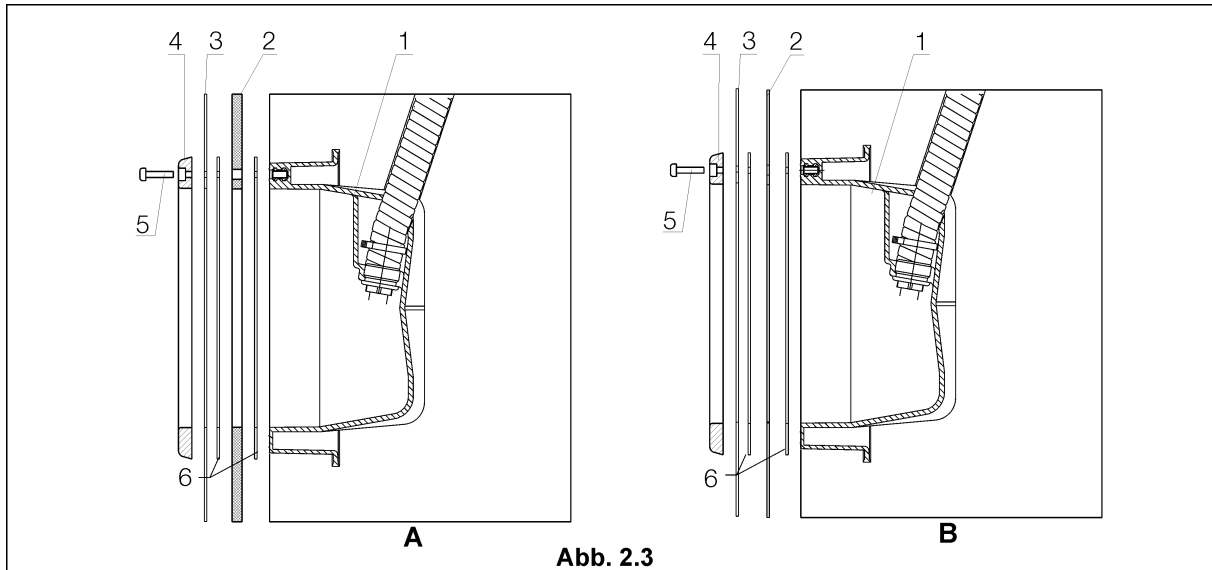
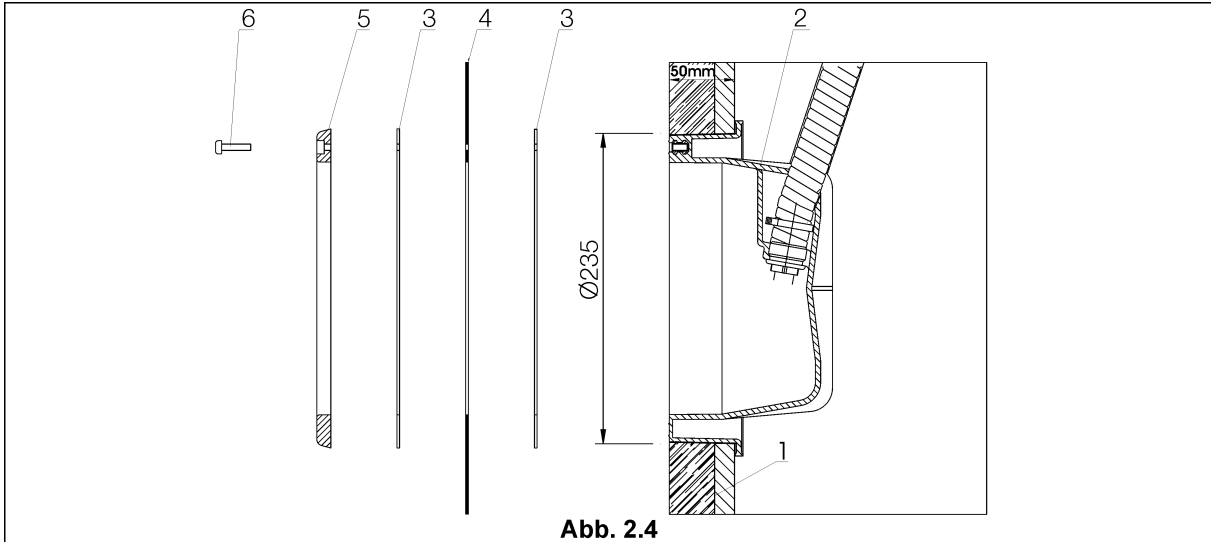
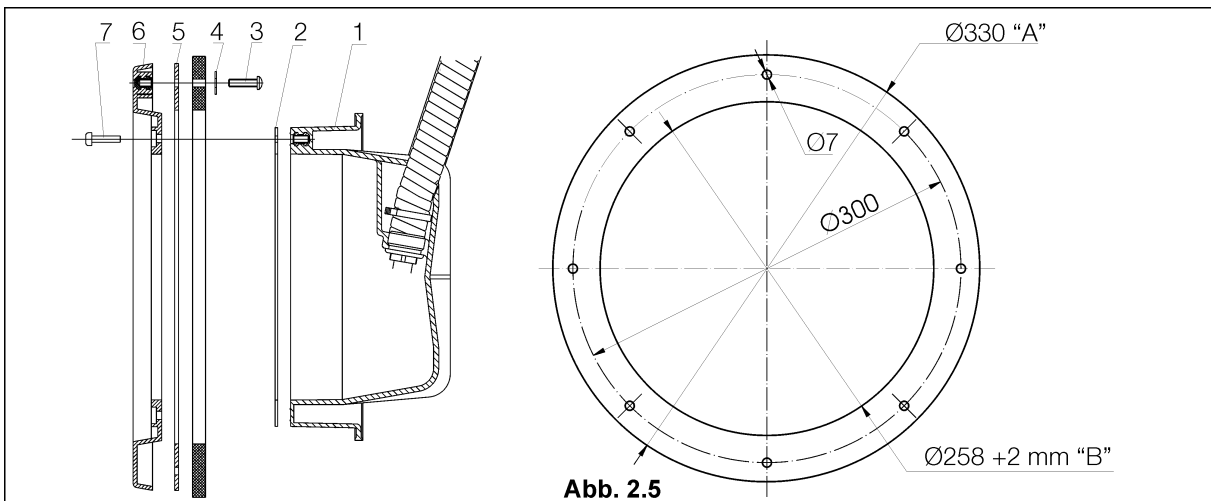

Abb. 2.3
Abb. 2.4
Abb. 2.5
Soll der Unterwasserlautsprecher in **Aufstellbecken (Abb. 2.3)**, vorgefertigte Polyester- oder Holzbecken mit **Folienauskleidung** eingebaut werden, wird die Größe des Einbautopfes entsprechender Ausschnitt in der Holz- (Abb. 2.4) oder Polyesterschale (Abb. 2.5) ausgeschnitten.
Bezeichnung zu Abbildung 2.3
gelegt. Anschließend legen Sie den Einbautopf von der Außenseite gegen das Becken und verschrauben alle vier Teile miteinander. (Abb. 2.4)
- ✓ **Achtung!** Bei Holzbecken mit Folienauskleidung und einer Beckenwandstärke unter 50 mm muss eine entsprechende Unterlage an der Außenseite des Beckens angebracht werden, damit später der Einbautopf bündig mit der Innenseite des Beckens abschließt. (Abb. 2.5)